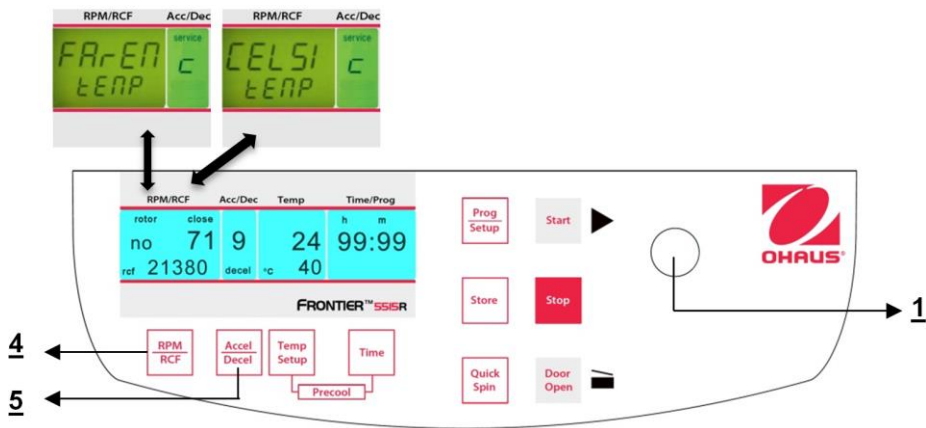

Figura 32
Proceda como se describe en el punto 4.1.2 para ingresar en este modo de programa y luego presione el botón **"Accel/Decel"** (5). En la pantalla **"Acc/Dec"** (A-2) aparece la palabra **"Service"**. Ahora seleccione la letra **"C"** con la perilla de ajuste (1). Como resultado, en la pantalla **"RPM | RCF"** (A-1) aparecen las palabras **"CELSI/temp"**. Si presiona el botón **"RPM | RCF"** (4), la palabra **"CELSI"** destella y puede cambiar la pantalla a Fahrenheit **"FAREN"** con la perilla de ajuste (1) (vea la Figura 32).